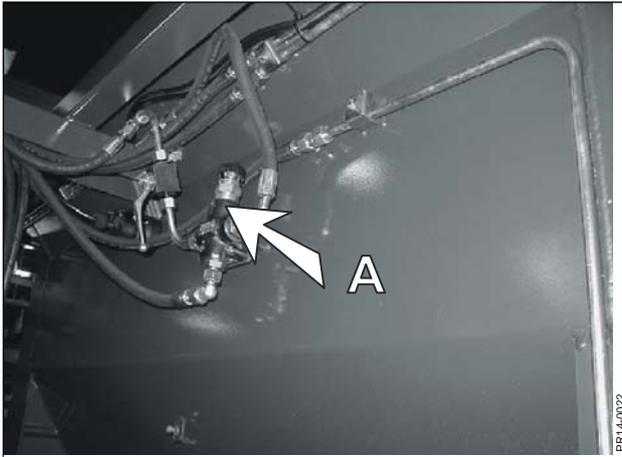

Fig. 5.1
- Fig. 5.1** Die Geschwindigkeit der Förderkette, die zusammen mit der Fahrgeschwindigkeit die gestreute Menge definiert, kann mit Hilfe eines stufenlosen Regelventils reguliert werden.